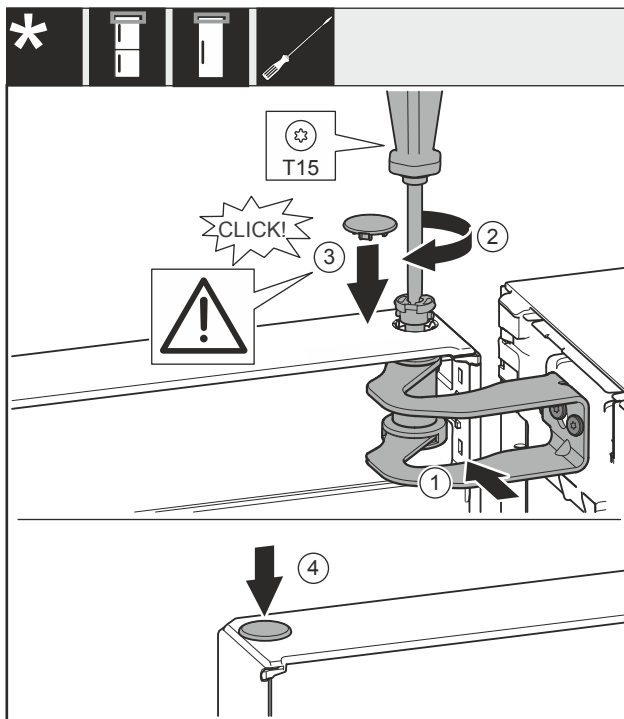

Fig. 25
- ▶ 将冰箱门对准托架 Fig. 25 (1) 中的开口。
- ▶ 放入螺栓 Fig. 25 (2) 并用螺丝刀拧紧。
- ▶ 装入盖板 Fig. 25 (3)。
- ▶ 检查盖板 Fig. 25 (3) 是否紧贴在冰箱门上。
- ▶ 装入盖板 Fig. 25 (4)。